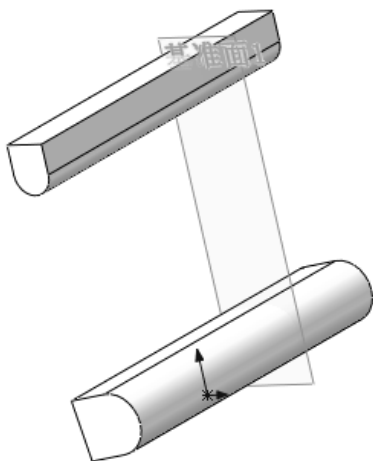

图 13-41 创建基准面 1
4) 创建基准平面 1。在左侧的 FeatureManager 设计树中用鼠标选择“前视基准面”作为绘制图形的基准面。单击“特征”控制面板“参考几何体”下拉列表中的（基准面）按钮，弹出“基准面”属性管理器，在“偏移距离”文本框中输入距离为“35mm”，如图 13-40 所示；单击属性管理器中的（确定）按钮，生成基准面如图 13-41 所示。